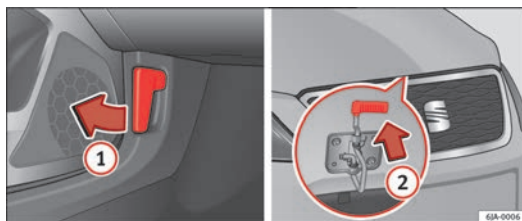

Fig. 116 Desbloqueio do capot do motor
- Puxe o manípulo ① ⇒ Fig. 116 que se encontra debaixo do painel de instrumentos, no sentido indicado pela seta.
- Puxe a alavanca de segurança na direcção da seta ② ⇒ Fig. 116, o capot desbloqueia-se.